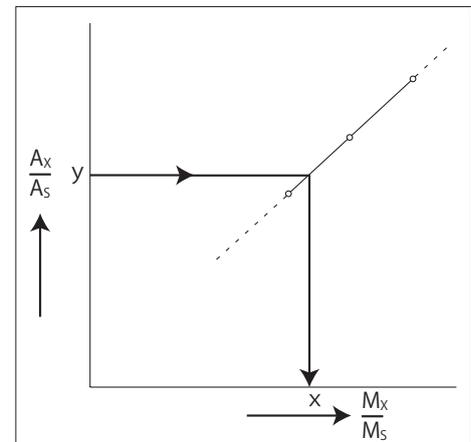

図7. 内標準法による検量線
- (1) 一定濃度の内標準物質^{*2}を含む、3段階以上の濃度の分析対象成分希釈標準液を調製します。
- (2) 各希釈標準液を一定量導入し、クロマトグラムを記録してピーク面積を測定します。
- (3) 導入された分析対象成分の量 (M_x) と内標準物質の量 (M_s) との比 (M_x/M_s) を横軸に、分析対象成分のピーク面積 (A_x) と内標準物質のピーク面積 (A_s) との比 (A_x/A_s) を縦軸にして、図7に示すような検量線を作成します。なお、検量線は測定点を代表するように引きます。
- (4) サンプル溶液に、希釈標準液とほぼ同じ濃度になるように内標準物質を既知量添加^{*3}した測定用サンプル溶液を調製します。このとき、分析対象成分のピーク面積 (A_x') と、内標準物質のピーク面積 (A_s') との比 (A_x'/A_s') が検量線の範囲内になるようにします。この測定用試料溶液を希釈標準液と同一条件の下で導入してクロマトグラムを記録します。
- (5) クロマトグラムから分析対象成分のピーク面積 (A_x') と内標準物質のピーク面積 (A_s') との比 (A_x'/A_s') を算出し、検量線から分析対象成分量と内標準物質の量の比を求め、導入された内標準物質の量から分析対象成分の量を算出します。これからサンプル中の分析対象成分の濃度を求めます。